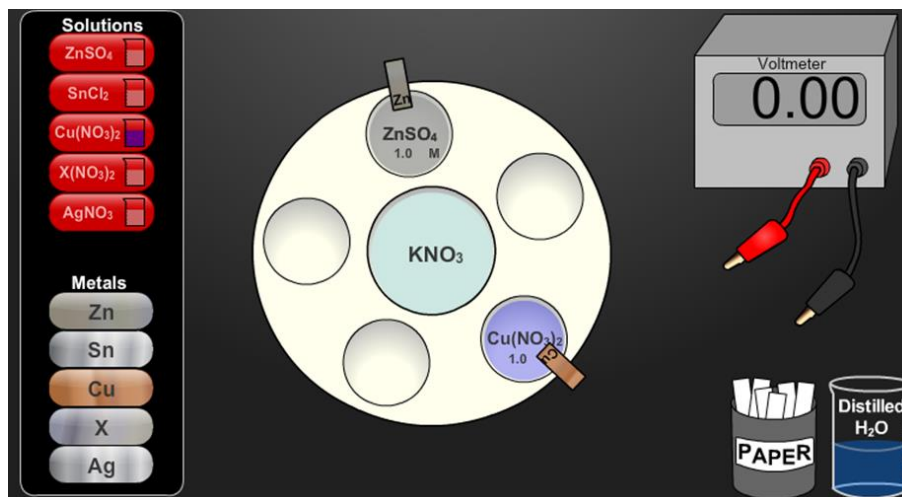

Figura 2. Simulador *Galvanic cells and the Nernst equation*.
- Ponga el electrodo de cobre sobre la disolución de $\text{Cu}(\text{NO}_3)_2$ 1.0 [M] y el de cinc sobre la disolución de ZnSO_4 1.0 [M] (figura 2).